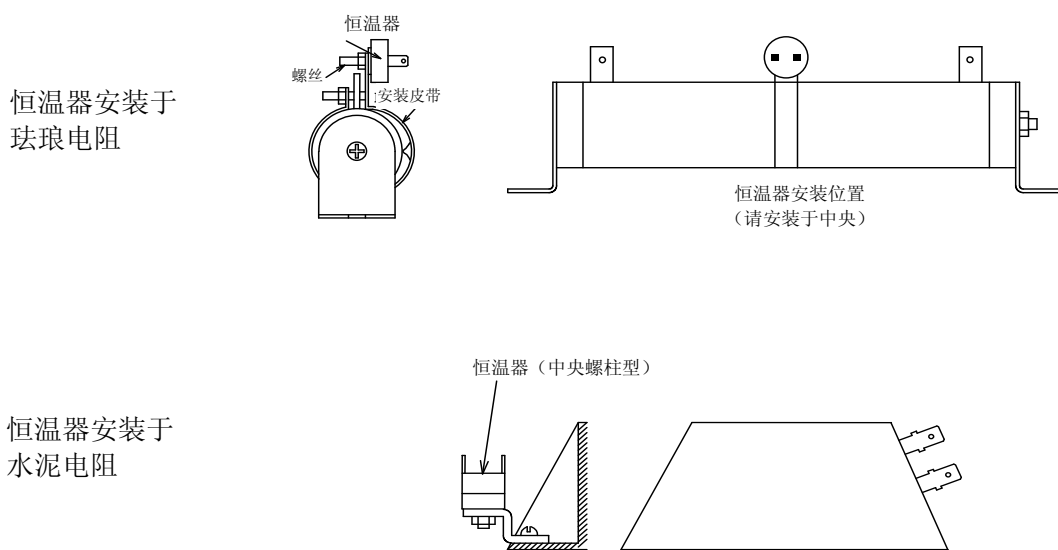

图 3-14 恒温器的安装位置
- (1) 请使用附属的再生电阻。
- (2) 再生能源会发热之故，请以不造成其他机器影响来设置。
- (3) 再生电阻是电机制动时发生的再生能源里，在负载的惯量(GD2)过大时，为了使用于消耗再生用电容器不能吸收的能源用的。
- (4) 再生电阻附属有恒温器。恒温器在再生电阻过热时接点会动作(打开)，请进行此时切断主电源的布线。(参照图 3-1~3) 并且，恒温器的接点规格是，接点电压 AC200V，接点电流 1A。另外，恒温器的安装，请参照图 3-14。
- (5) 再生电阻附属有多个时，请遵照「10-3-1 再生电阻组合」的记载内容。
- (6) 再生电阻与设备间的布线长度应在 3m 以下，要尽可能短。布线过长时会因功率元件的切换引起浪涌电压升高，导致设备的损毁。